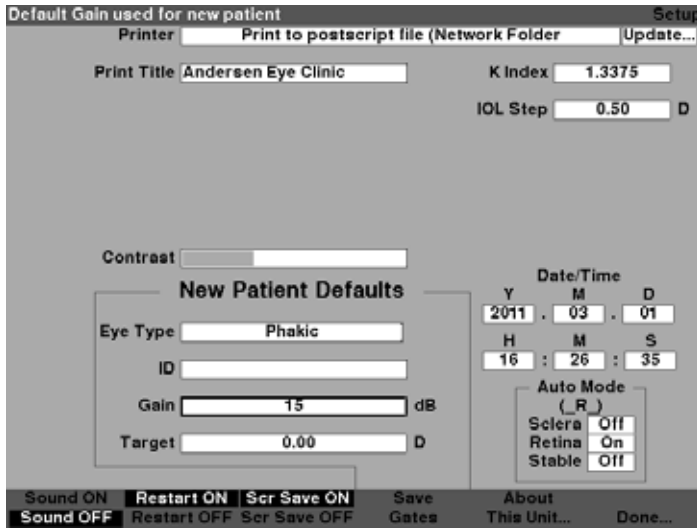

Figura 5-51 Campo de ganancia predeterminada modificado
4. Cuando la ganancia se encuentre en el nivel adecuado, presione el control giratorio o el botón  para guardar el valor ajustado y desactivar el campo, como se muestra en la figura 5-51.